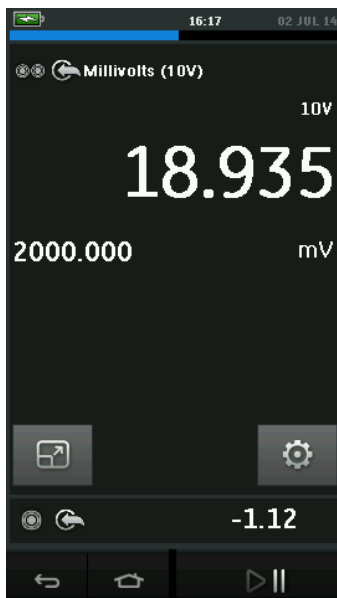

Рис. 2-17 Окно калибровки – расширенный вид
- Рис. 2-17 – показаны расширенный вид выбранного канала и сокращенный вид оставшихся каналов.